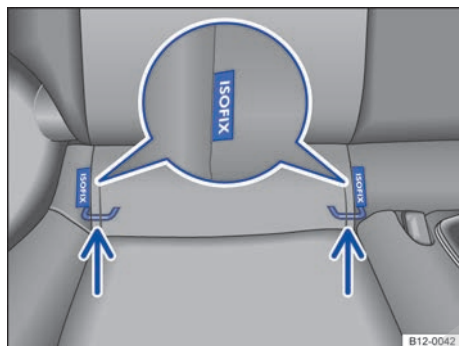

Fig. 17 En el asiento del vehículo: identificación de los puntos de anclaje inferiores de asientos para niños.
Los 2 ojales de retención para cada asiento para niños con el sistema ISOFIX pueden alcanzarse a través de las hendiduras del revestimiento de la banqueta trasera → fig. 17.
- Encajar el asiento para niños en los ojales de retención → fig. 17 en el sentido de la flecha. El asiento para niños debe engancharse de forma segura y audible (clic).
- Colocar el asiento para niños sobre la superficie del asiento y enganchar los cinturones de seguridad en los ojales de retención → fig. 17, si los cinturones de fijación se proveen junto con el asiento para niños.